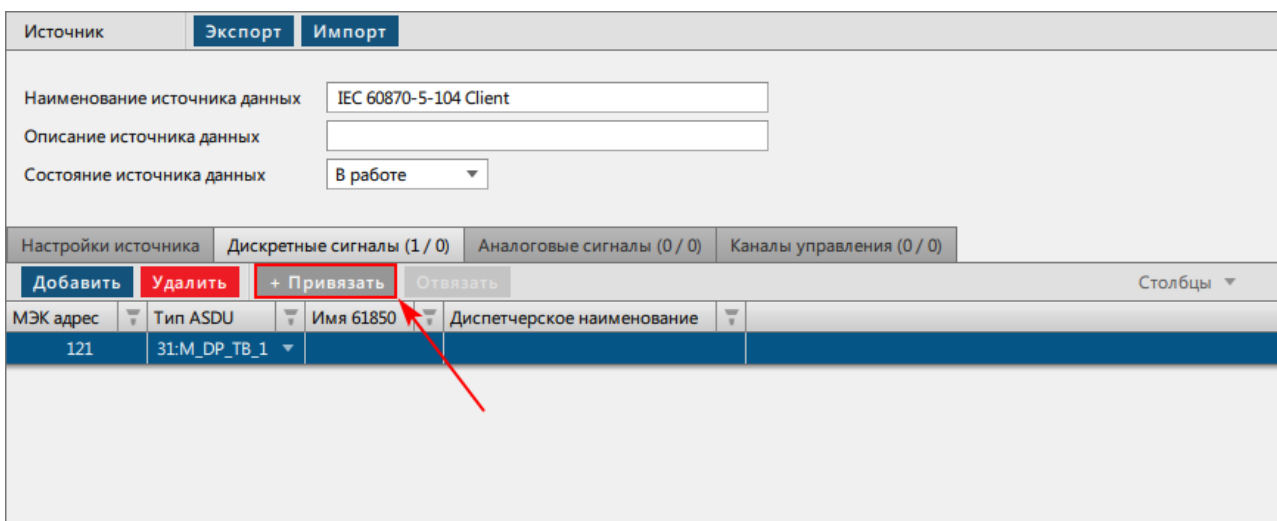

Рисунок 259 - Привязка сигнала
4. Нажмите **+ Привязать** (Рисунок 259).